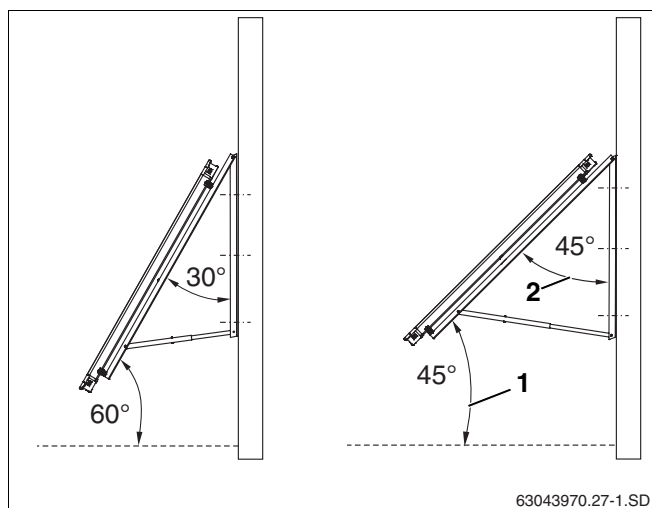

Fig. 10 Ángulo de ajuste del colector en una fachada
- El ángulo de ajuste del colector (fig. 10, **pos. 1**) respecto a la horizontal debe estar entre 45° y 60° (o bien el ángulo de inclinación fig. 10, **pos. 2**, del colector debe estar entre 30° y 45°).